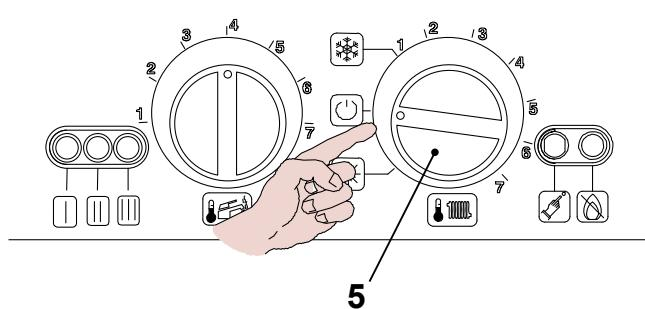

рис. 7.12
- Чтобы выйти из меню программирования, поверните переключатель 5 , как показано на рис. 7.12 .